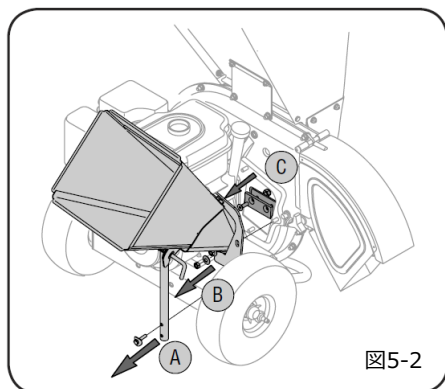

図5-2
3. 2本の六角ボルトとサドル・ワッシャーを取り外すことによって、フレームからシュート支持プレースを取り除いてください。図5-2 A参照
4. インペラーハウジングを固定するナットとワッシャーを外し、シュートを取り外してください。図5-2 B参照